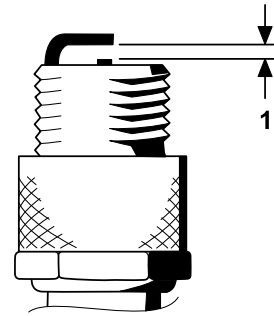

图 37
4. 如图 37所示将中心电极与侧电极之间的空隙设置为 0.76mm。